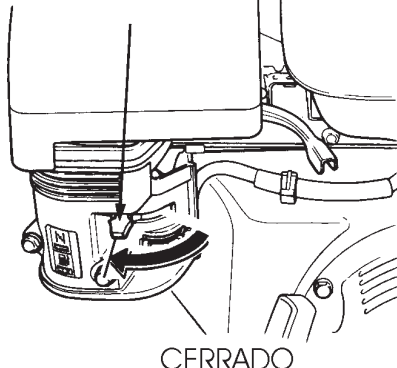

Figura 20. Palanca de ahogamiento del motor (Closed cerrado)
4. Coloque la *palanca de ahogamiento* (Figura 20) en la posición de **"CLOSED"**, si arranca con el motor caliente ó la **temperatura esta caliente**.